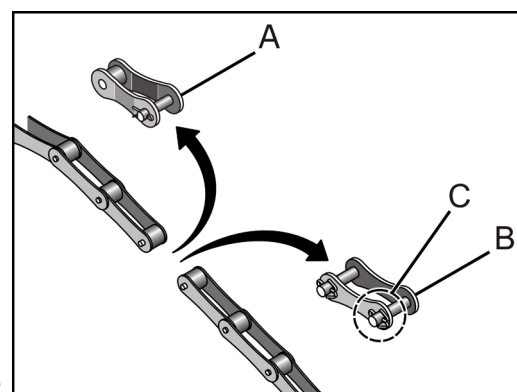

fig. 12
As correntes de transmissão saem de fábrica pré-ajustadas de acordo com a distância entre eixos das rodas dentadas. Eventualmente se for necessário alguma manutenção ou reparo de emendas (B) (fig. 12) ou reduções (A), retire o contrapino (C), fazendo a retirada do número de emendas, reduções ou elos avulsos.